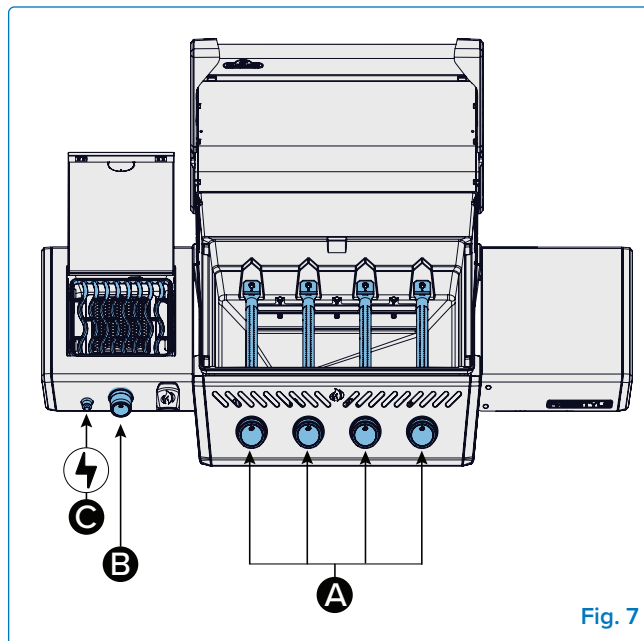

Fig. 7
1. Ouvrez le couvercle du barbecue (**Fig. 7**).
2. Appuyez et tournez lentement n'importe quel bouton du brûleur principal dans le sens antihoraire jusqu'à la position HAUTE jusqu'à ce que la veilleuse s'allume. Continuez à appuyer sur le bouton de commande jusqu'à ce que le brûleur s'allume, puis relâchez-le (**Fig. 7-A, Fig. 8**).
2. Appuyez sur le bouton du brûleur latéral et tournez-le lentement dans le sens inverse des aiguilles d'une montre jusqu'à la position HIGH (HIGH) jusqu'à ce que l'étincelle allume le brûleur (**Fig. 7-B, Fig. 8**).
2. Appuyez sur le bouton du brûleur latéral et tournez-le lentement dans le sens inverse des aiguilles d'une montre jusqu'à la position HIGH (**Fig. 7-B, Fig. 8**).
3. Appuyez sur le bouton d'allumage et maintenez-le enfoncé jusqu'à ce que le brûleur s'allume, ou allumez-le à l'aide d'une allumette (**Fig. 7-C**)